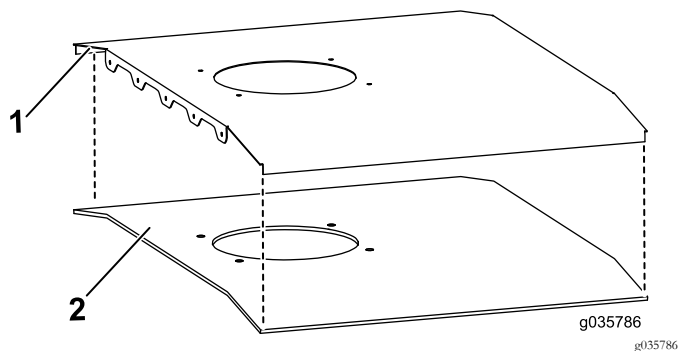

図1
2. 天井ウレタンを天板に取り付けるファン用の穴やボルト用の穴を合わせて取り付けること(図1)。